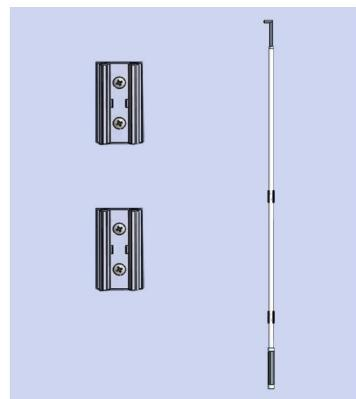

Figura C23
3.11 Instale el clip de almacenamiento para la varilla de la manija de tracción Elija la posición adecuada para el clip de almacenamiento y fíjelo con el tornillo B (Figura C23)